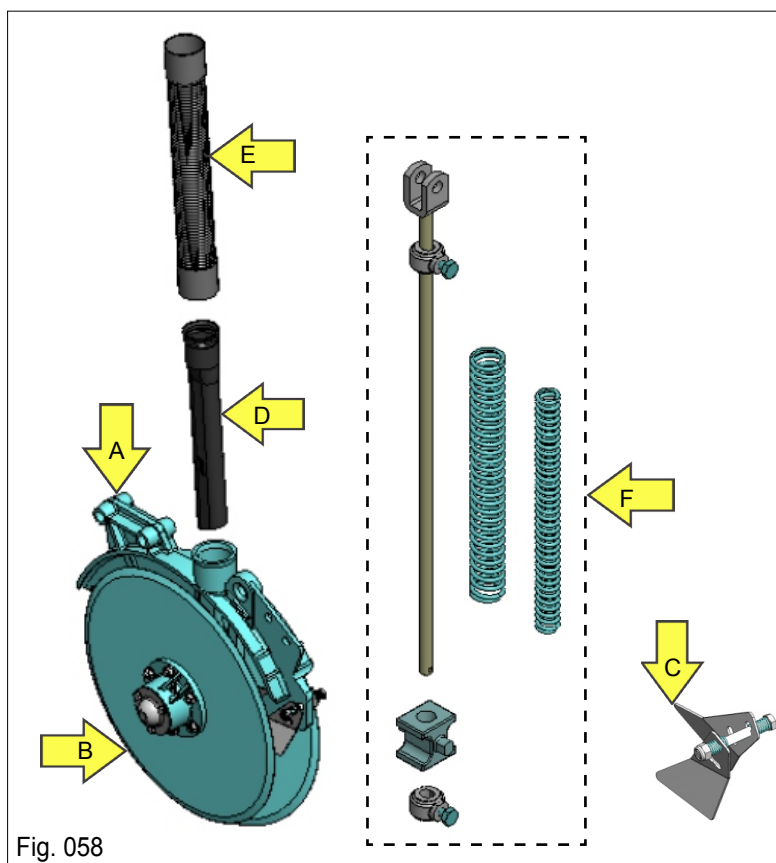

Fig. 058
f) Conjunto da haste reguladora de profundidade, equipada com molas duplas e buchas de fixação para a regulagem da profundidade de atuação do conjunto sobre o solo (Fig. 058).